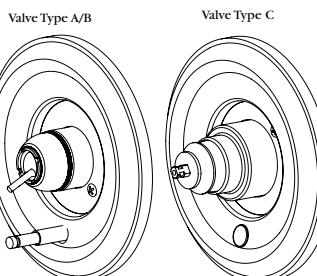

FIGURE 7
- Place faceplate gasket (L) into the groove on the back of the faceplate (E). Slide faceplate assembly over the sleeve. Make sure the diverter hole is toward the bottom (Fig. 7). Press faceplate assembly against the wall, making sure not to dislodge the faceplate insert. Secure faceplate assembly to the valve body using included screws (M). Do not over-tighten.
- Coloque la junta de la placa frontal (L) en la ranura de la parte posterior de la placa frontal (E). Coloque el montaje sobre la manija. Asegúrese que el agujero del desviador esté en la parte inferior (fig. 7). Presione el montaje de la placa frontal contra la pared, asegurándose que no se desprenda la inserción de la placa frontal. Asegure el montaje de la placa frontal sobre el cuerpo de la válvula mediante los tornillos (M). No apriete demasiado.